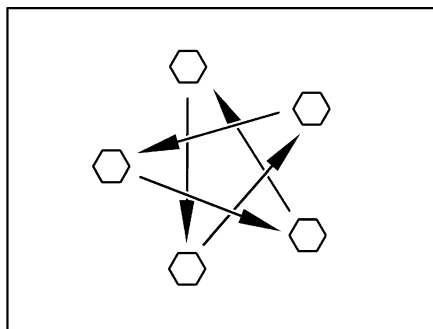

Fig. 287 Serrare a croce i dadi o i bulloni delle ruote
- Controllare regolarmente il serraggio dei dadi o dei bulloni. Regolare a croce (Fig. 287) il serraggio dei dadi o dei bulloni di una ruota sostituita dopo circa 50 km.
- ▷ Serrare a croce i dadi o i bulloni delle ruote (Fig. 287).